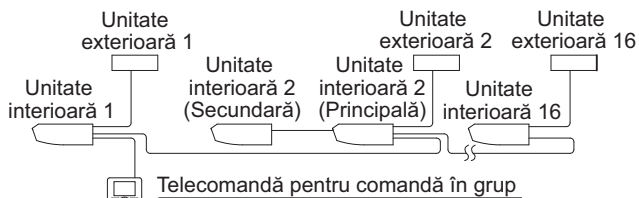

Fig. 34
- La utilizarea ca unitate pereche sau ca unitate principală pentru sistem de funcționare simultană, puteți porni/opri simultan controlul (de grup) până la 16 unități cu telecomanda. (Consultați Fig. 34)
- (1) Scoateți capacul cutiei de comandă. (Consultați "9. CUM SE CONECTEAZĂ CABLURILE ȘI EXEMPLU DE CABLARE".)
- (2) Conectați cablajul de jonctiune între bornele (P1, P2) în interiorul cutiei de comandă pentru telecomandă. (Nu există polaritate.) (Consultați Fig. 34 și Tabelul 3)